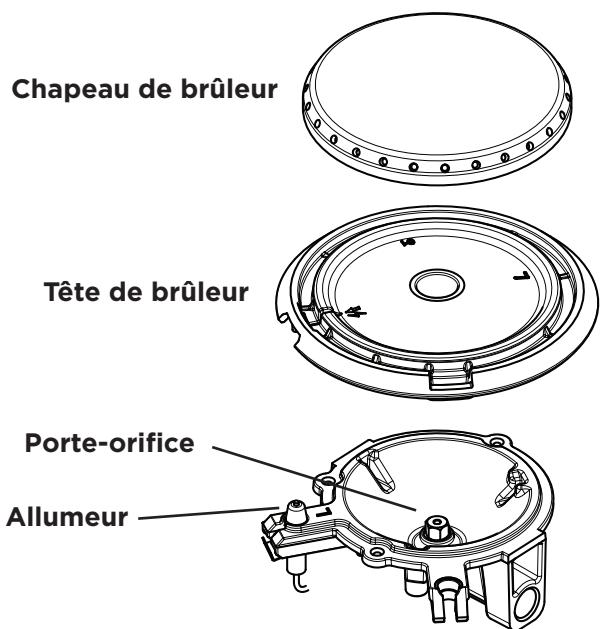

Figure 14: Chapeau de brûleur, tête de brûleur, allumeur et orifice
3. Utiliser une vieille brosse à dents pour nettoyer la tête de brûleur au complet (voir Figure 14).